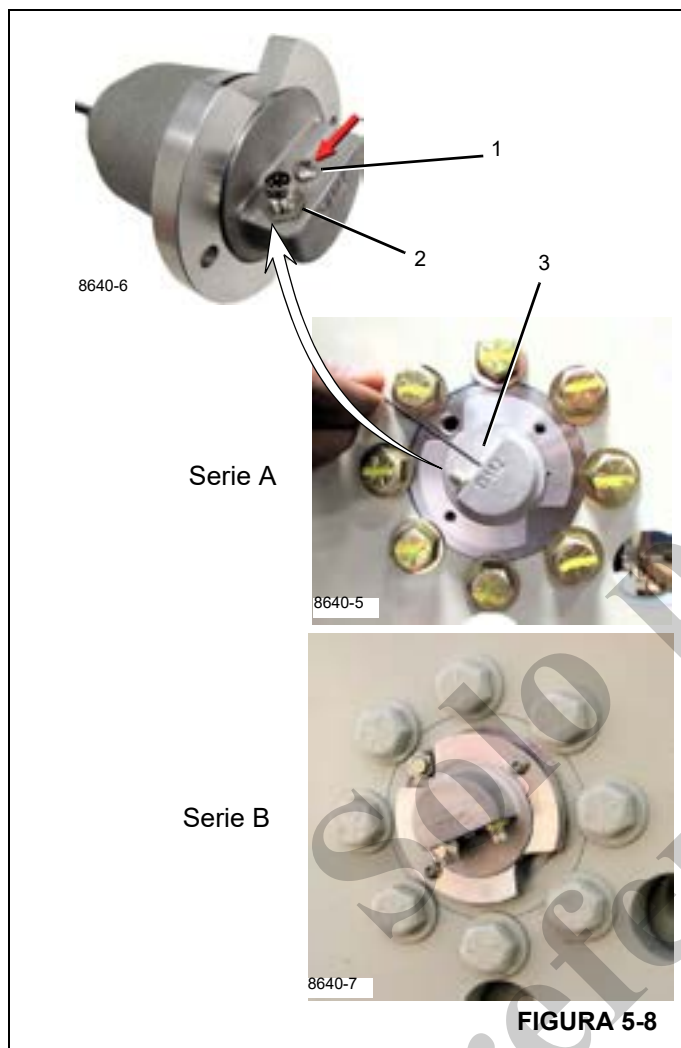

FIGURA 5-8
2. Desconectar la alimentación del MWI desconectando el cable del DRI (2, Figura 5-8).
3. Retirar el tornillo de la cubierta del botón de programación del Sistema de monitoreo de malacate (HMS) (1, Figura 5-8) en el DRI.
4. Presionar y mantener presionado suavemente el botón de programación (3, Figura 5-8) y retorne la alimentación al MWI volviendo a conectar el cable del DRI.
- NOTA:** Mantener presionado el botón durante más de 15 segundos pone el HMS en modo de envío en las unidades de la serie A. (Vea la Figura 5-8.) Vea Modo de envío para obtener información adicional.
- NOTA:** Si no se vuelve a instalar el tornillo de programación (1, Figura 5-8), se podría afectar el funcionamiento del MWI.
3. Retire el tornillo de la cubierta del botón de programación (1, Figura 5-8).